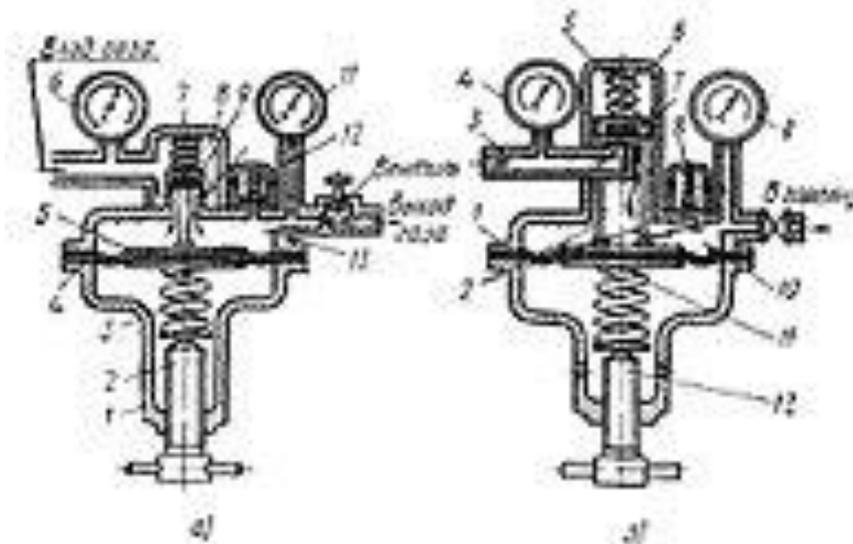

Рисунок 1 – а)редуктор обратного действия, б) редуктор прямого действия
**Редуктор обратного действия** (рис. 1а) работает следующим образом. Сжатый газ из баллона поступает в камеру высокого давления 8 и препятствует открыванию клапана 9. Для подачи газа в горелку или резак необходимо вращать по часовой стрелке регулирующий винт 2, который ввертывается в крышку 1. Винт сжимает нажимную пружину 3, которая в свою очередь выгибает гибкую резиновую мембрану 4 вверх. При этом передаточный диск со штоком сжимает обратную пружину 7, поднимая клапан 9, который открывает отверстие для прохода газа в камеру низкого давления 13. Открыванию клапана препятствует не только давление газа в камере высокого давления, но и пружина 7, имеющая меньшую силу, чем пружина 3. Автоматическое поддержание рабочего давления на заданном уровне происходит следующим образом. Если отбор газа в горелку
**Редукторы прямого действия.** В редукторах прямого действия (рис. 1, б) газ через штуцер 3, попадая в камеру высокого давления 6 и действуя на клапан 7, стремится открыть его (а в редукторах обратного действия — закрыть его). Редуцирующий клапан 7 прижимается к седлу запорной пружиной 5 и преграждает доступ газа высокого давления. Мембрана 1 стремится отвести редуцирующий клапан 7 от седла и открыть доступ газа высокого давления в камеру низкого (рабочего) давления 10. В свою очередь мембрана 1 находится под действием двух взаимно противоположных сил. С наружной стороны на мембрану 1 через нажимной винт 12 действует нажимная пружина 11, которая стремится открыть редуцирующий клапан 7, а с внутренней стороны камеры редуктора на мембрану давит редуцированный газ низкого давления,